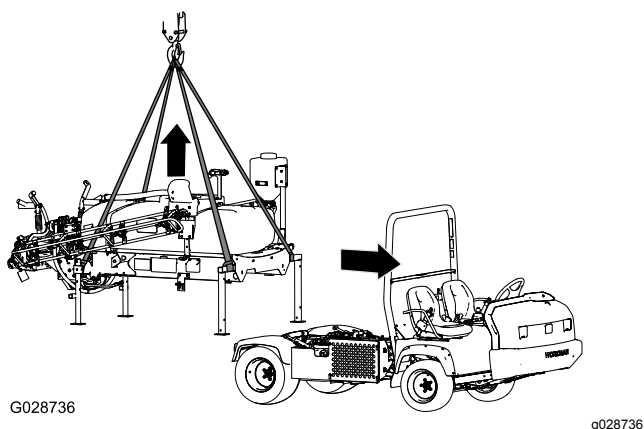

Figure 107
1. Abaissez les rampes à environ 45° et faites les pivoter en avant (Figure 107).
7. Levez le patin de la cuve à une hauteur suffisante pour éviter le patin de la machine (Figure 107).
5. Attachez le matériel de levage aux tubes horizontaux des jambes de support avant et le montant vertical aux jambes de support arrière (Figure 107).